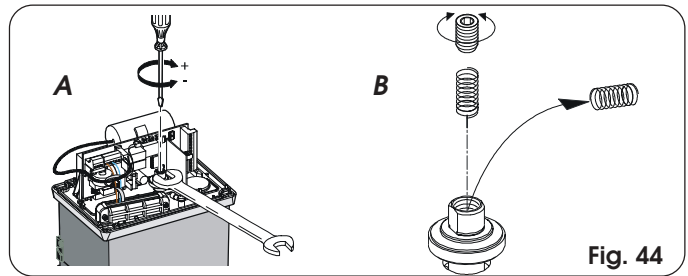

Fig. 44
- 2) Houd de motor as geblokkeerd met een engelse sleutel en draai aan de stelschroef van de koppeling met een inbussleutel of schroevendraaier zoals op fig. 44 Bez. A.
- **Der Antrieb wird in der Standardausführung mit der Einstellfeder der Kupplung für Tore bis 1000 kg geliefert. Für Tore mit höherem Gewicht ist die andere mitgelieferte Feder zu verwenden. Zum Auswechseln der Feder sind die in Abb. 44 Bez. B enthaltenen Anweisungen zu befolgen.**